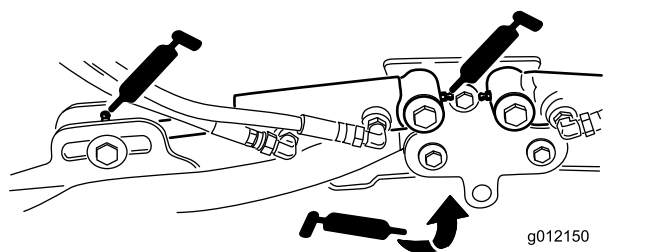

Figura 37
- Cilindri del braccio di sollevamento dell'apparato di taglio (2 cad.) (Figura 37)
- Perni del braccio di sollevamento (1 cad.) (Figura 37)